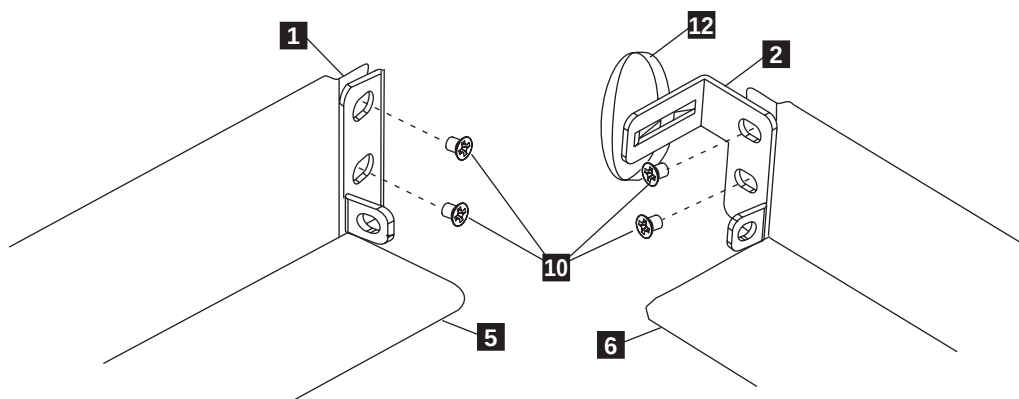

Figura 21. Sujeción de las fijaciones posteriores a los rieles
5. Sujete las fijaciones posteriores izquierda **1** y derecha **2** a los rieles frontales izquierdo **5** y derecho **6** con 2 tornillos de cabeza redonda **10** en cada lado (Figura 21).